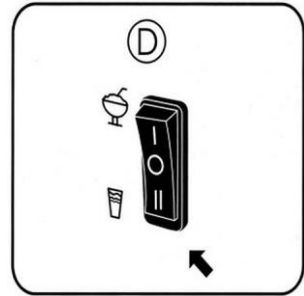

Fig. 5
El recipiente izquierdo, sin embargo, está diseñado para bebidas frías. Para preparar una bebida fría en este recipiente, el interruptor (D) debe colocarse en la posición "Enfriar", como se muestra en la Fig. 5.